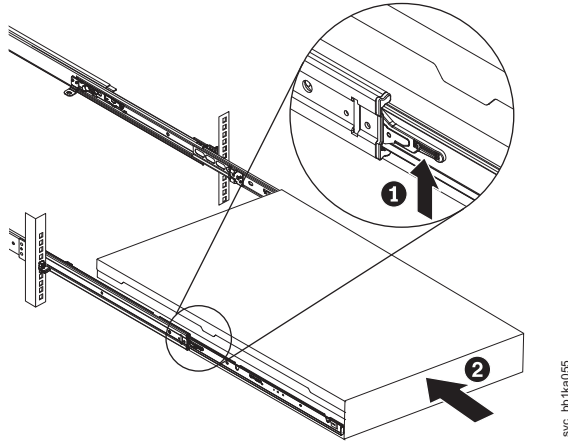

図 63. ラックのスライド・レールの ロック・レバーを上げる
8. スライド・レール上のロック・レバー (81 ページの図 63 の **1**) を上げて、サーバー **2** を、所定の位置にカチッと音を立てて収まるまで、ラック内に完全に押し込みます。